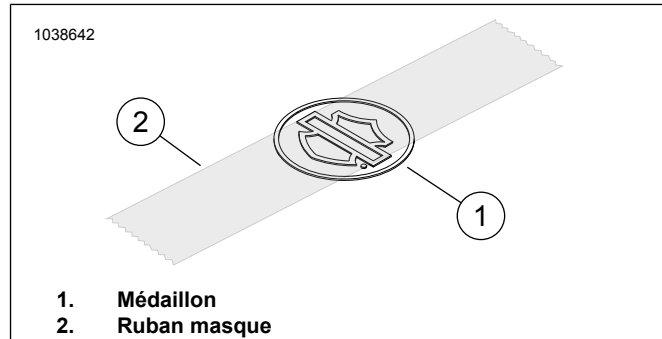

Figure 2. Appliquer du ruban adhésif au médaillon
2. Figure 2 Placez un morceau de trois pouces de ruban-cache (2) centré sur la barre et le bouclier du médaillon (1).
4. Figure 2 Installez le médaillon sur le support.